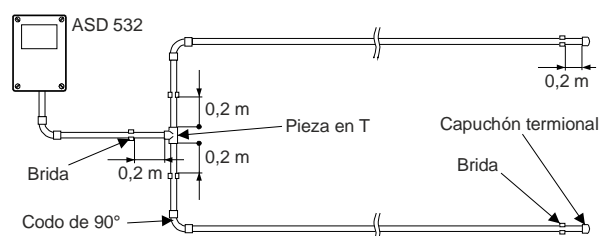

Fig. 23 Codos de 90° y puntos de bifurcación
- En caso de utilizar puntos de bifurcación en el conducto de aspiración, deberá guardarse una distancia mínima de 0,2 m desde la pieza en T hasta las bridas (**Fig. 23**).
- Para los cambios de dirección en la vigilancia de recintos se emplearán preferentemente codos de 90° en lugar de ángulos de 90°, **Fig. 23** (véase también el cap. 4.4.2).